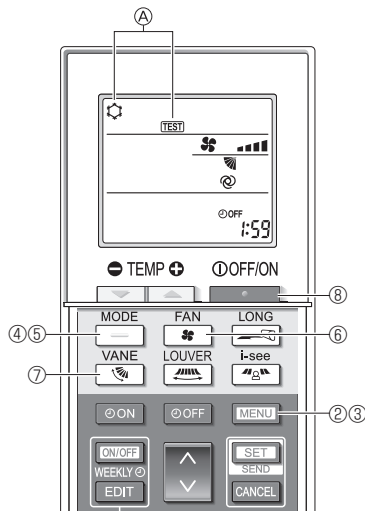

Fig. 8-5
- Premere il pulsante [MENU] per 5 secondi. (Fig. 8-5)
Vengono visualizzati (A) [TEST] e il modo operativo in corso. (Fig. 8-5)